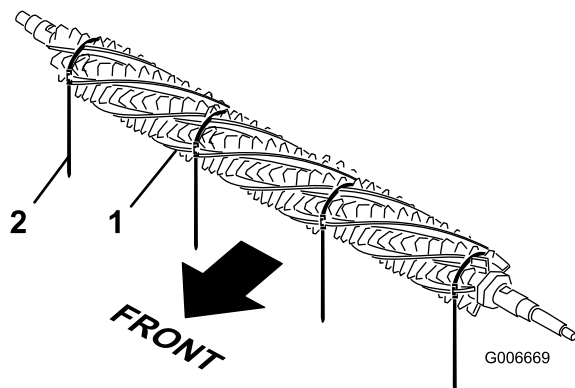

図 38
1. グルーマリール的一方の側から、ブラシを差し入れ、グルーマリールの各溝にブラシが入るようにセットする 図 38。